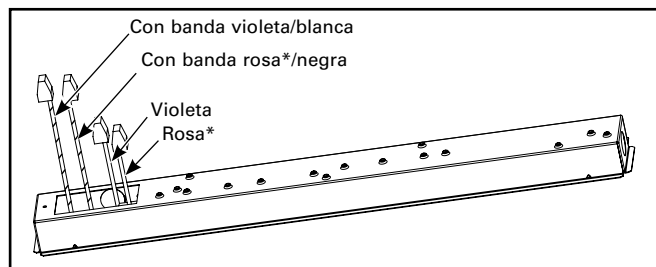

Figura 2.
- 2a. Para un dispositivo sin sensor integrado, ubique cuatro cables de control con tuercas de presión (violeta, gris, franja violeta/blanca, franja rosa*/negra). (Figura 2.)
3. Use las tuercas de presión suministradas para conectar la entrada de control de 0-10 V que atenúa los cables violeta y rosa* a los cables violeta y rosa* de la luminaria correspondiente. (Figura 2.)